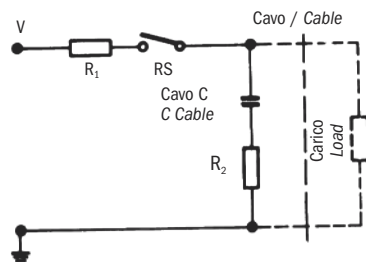

Fig. 4
2) Carichi capacitivi e lampade Al contrario di quanto avviene con i carichi induttivi, con i carichi capacitivi e con lampada si hanno elevate scariche di corrente che possono provocare guasti immediati, e persino la saldatura dei contatti. Quando si commutano dei condensatori caricati o dei condensatori di linea, si ha un'immediata scarica la cui intensità dipende dalla portata e dalla lunghezza dei carichi. La corrente di scarica di picco è limitata da un resistore in serie con il condensatore, come è indicato nella fig. 4 (vedi pagina seguente). La dimensione del resistore sarà determinata in base alle possibilità esistenti nell'ambito di un particolare circuito. In ogni caso, dovrebbe essere il più grande possibile per limitare lo scarico di corrente entro limiti accettabili. Quanto detto vale anche per il carico con condensatori. Per quanto riguarda i circuiti con condensatori ad elevata scarica di corrente, andrebbero usati i circuiti come da fig. 5 (vedi pagina seguente), con R1 o R2.